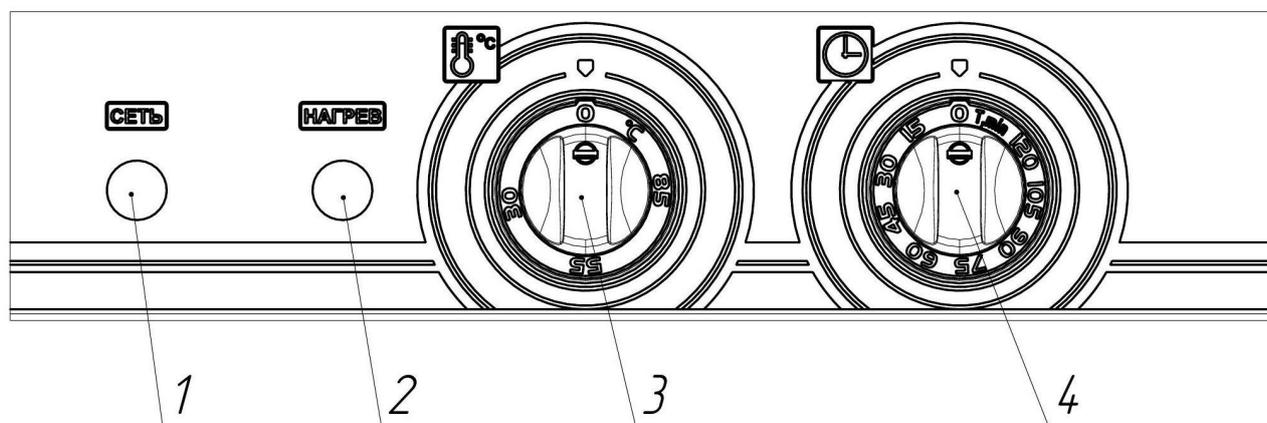

Рис.4
3.14. Панель управления представлена на рис.4